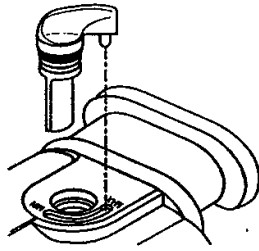

Рис.5
- Смажьте уплотнительное кольцо (4) и установите его в канавку заслонки (27).
- Вставьте заслонку (27) в отверстие корпуса дыхательного автомата (26). Убедитесь в полной и правильной посадке заслонки на место (рис.5).